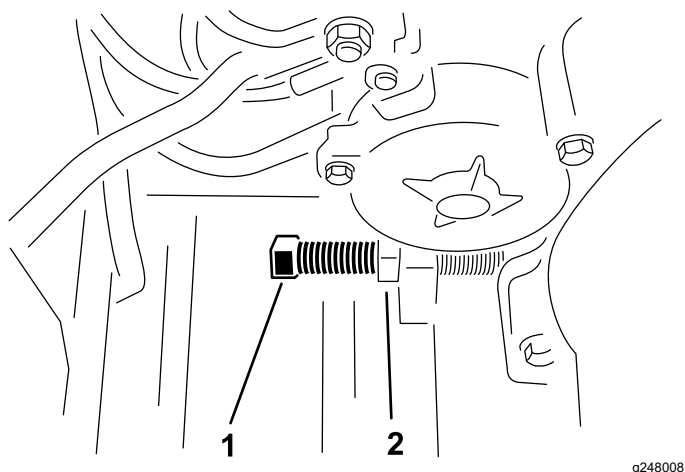

Figura 22
3. Afloje la contratuerca y gire el perno de ajuste de la correa hasta obtener la tensión deseada (Figura 22).
5. Ajuste el motor de manera que quede paralelo con el chasis. Siga apretando los pernos de montaje del motor (Figura 22).